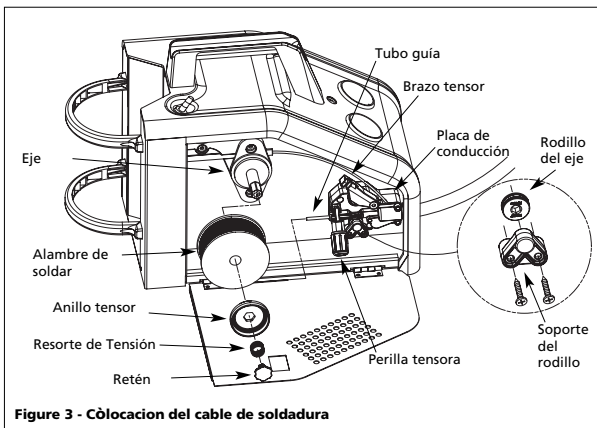

Figure 3 - Còlocación del cable de soldadura
- El diámetro del cable de soldar coincide con la ranura del rodillo del mecanismo de alimentación (Ver Fig. 3). El rodillo de alimentación está marcado con medidas decimales: .6mm = .024", .8 - .9mm = .030 - .035"